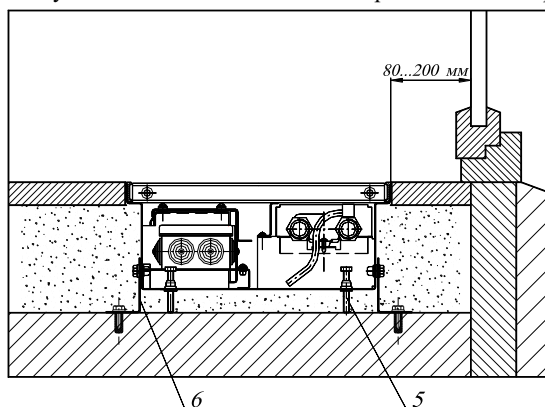

Рис.2
5.2. Конвектор монтируется в пол, для этого необходимо установить конвектор или его секции в заранее подготовленный канал в полу и выставить их по уровню пола, с помощью упорных болтов 5. Для конвектора длиной более 3,1 м соединить секции конвектора между собой болтами с гайками. Закрепить конвектор опорами 6 к черновому полу (см. Рис.2).